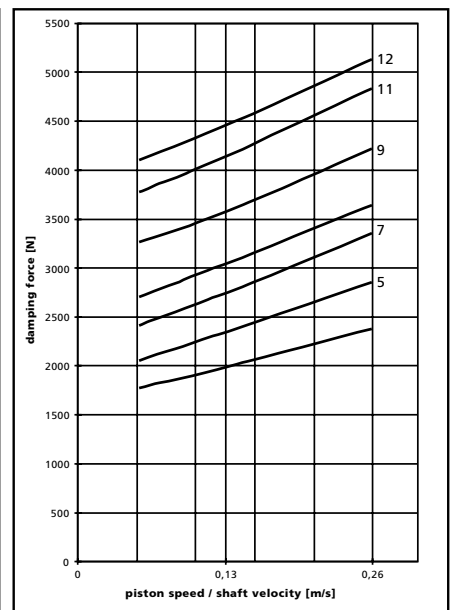

Abb. 8c, Fig. 8c
Ein Absenken oder Anheben der Kennlinienschar wird durch eine Vorspannungsänderung der Spiralfeder erreicht. So ergibt sich für jede Feder ein breites nutzbares Kennlinienfeld (Abb. 8c).
*The set of curves is raised or lowered by preloading the coil spring. A broad field of performance for each spring (Fig. 8c) can be obtained.*